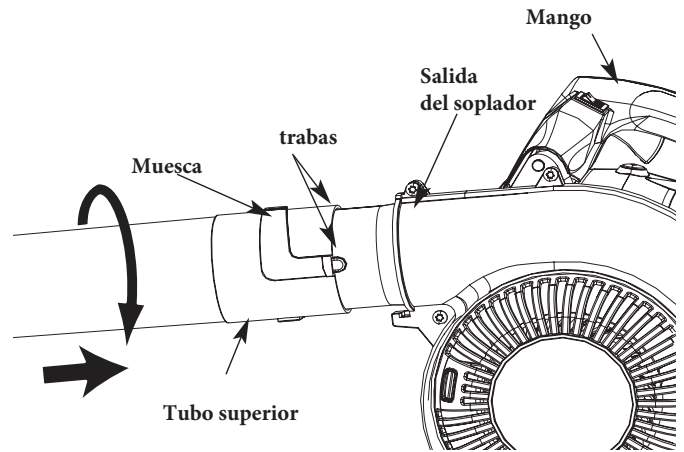

Fig. 1
1. Alinee las ranuras en el extremo superior del tubo superior del ventilador con las protuberancias en la salida del ventilador (Fig. 1).
3. Mientras sostiene la manija, gire el tubo superior del soplador en el sentido de las agujas del reloj hasta que encaje en su lugar (Fig. 1).